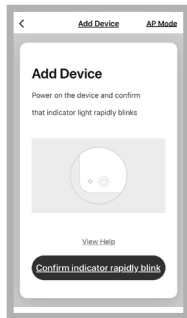

Fig. 7
4. Seleccione "Smart Home Appliances" en el menú de la izquierda y después el purificador de aire. Confirme "Confirm indicator rapidly blink" (Fig. 7).